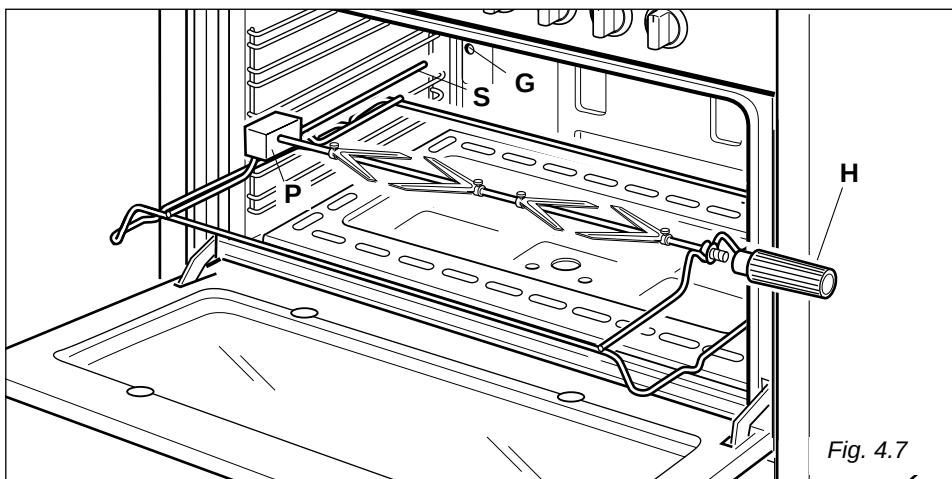

Fig. 4.7
TOURNEBROCHE (fig. 4.7)
- Insérer la tige dans le trou du renvoi **P** (Fig. 4.7) et enlever la poignée **H** en tournant vers la gauche.